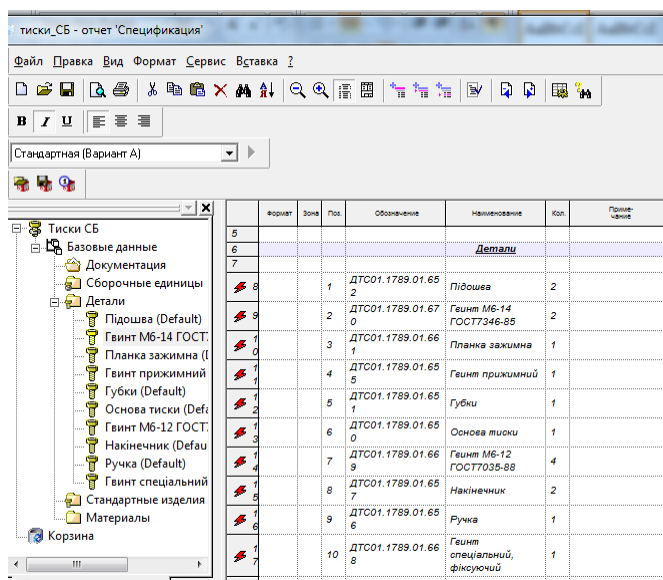

Рис. 9.1.14. Імпорт інформації про деталі збірки у програму SWR-СПЕЦИФІКАЦІЯ
12. Тепер деталі додані в розділ специфікації - **Детали**, у розділ **Складальні одиниці** пусто, тому що підзбірки відсутні. Для них автоматично додані номери позицій (рис. 9.1.14).